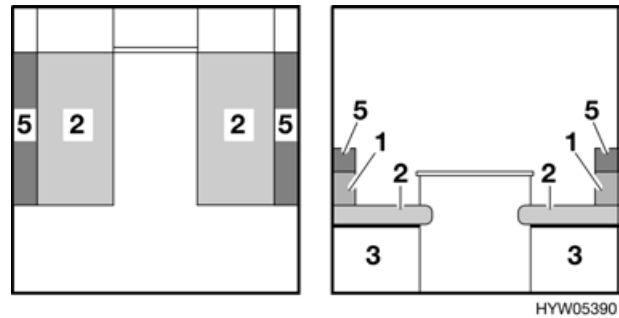

Bild 49 Vor dem Umbau
- Das Zusatzpolster (Bild 49,5) vom Rückenpolster (Bild 49,1) abziehen. Das Zusatzpolster ist am Rückenpolster mit Klettband befestigt und kann leicht abgetrennt werden.